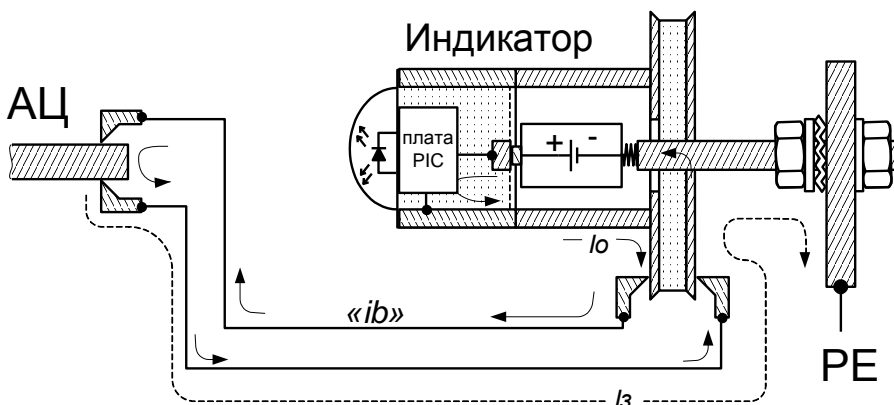

Рисунок 3 – Схема соединений
2.1.3 Через один из проводов заземляющего проводника (рисунок 3) происходит стекание статического электричества (I_3) с автоцистерны (АЦ) на магистраль заземления (РЕ). Второй провод служит для измерения сопротивления цепи заземления: переходных сопротивлений между контактами зажимов, сопротивления проводов заземляющего проводника. Измерительный ток (I_0) соответствует параметрам искробезопасности « ib ». Если суммарное измеренное сопротивление не превышает 100 Ом, то приблизительно через пять секунд загорается светодиод индикатора, разрешая проведение операции слива-налива автоцистерны.